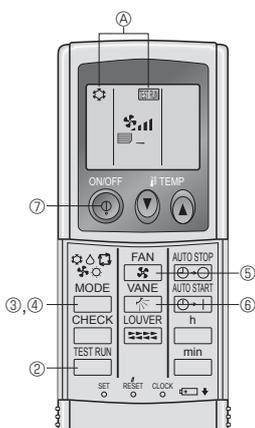

Fig. 7-5
7.2.2. Utilisation de la télécommande sans fil (Fig. 7-5)
- ① Mettre l'appareil sous tension au moins 12 heures avant l'essai de fonctionnement.
- ② Appuyer sur le bouton deux fois sans le relâcher. (Commencer cette opération alors que l'affichage de la télécommande est éteint.)